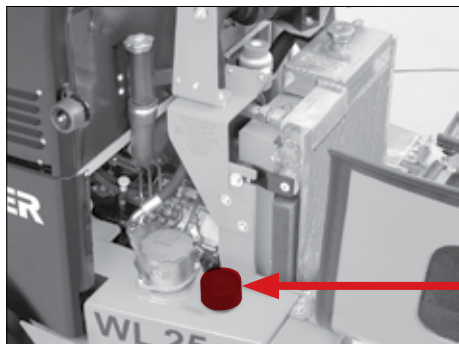
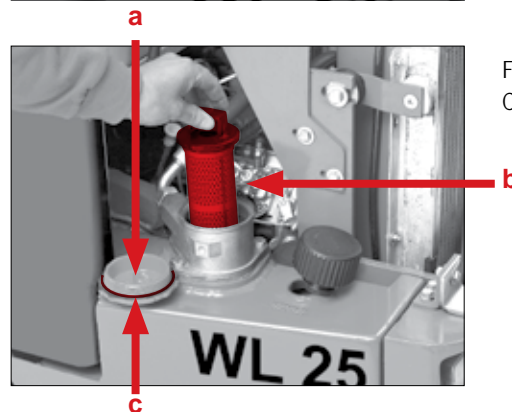

Fig. 87
Fig. 91
Le filtre d'aération se trouve sur le réservoir d'huile hydraulique pos. 1 (Fig. 87). Il garantit l'aération et le dégazage du réservoir d'huile hydraulique en cas de variation du niveau d'huile hydraulique. Le filtre d'aération inclut un élément de filtrage qui empêche les poussières et les salissures d'entrer, et les gouttes d'huile de sortir. Le filtre d'aération possède une vanne qui maintient la pression du réservoir à environ 0,5 bar (7 psi). Cette pression se dissipe lorsque la tubulure de remplissage d'huile hydraulique est ouverte !
4. Ouvrir légèrement la tubulure de remplissage d'huile hydraulique pos. 1 (Fig. 87) afin que la pression puisse s'échapper du réservoir.
11. Fermer la tubulure de remplissage d'huile hydraulique pos. 1 (Fig. 87) !
Ouvrir le couvercle de la tubulure de remplissage d'huile hydraulique pos. 1 (Fig. 87) avec précaution afin que la pression puisse s'échapper du réservoir.
1. Ouvrir la tubulure de remplissage d'huile hydraulique pos. 1 (Fig. 87).
5. Fermer la tubulure de remplissage d'huile hydraulique pos. 1 (Fig. 87).
1. Retirer la cartouche filtrante pos. b (Fig. 91).
5. Verser de l'huile hydraulique dans la tubulure de remplissage pos. 1 (Fig. 87) jusqu'à ce que le niveau d'huile atteigne le repère « Maximum ».
Remplacer l'élément de filtrage du filtre de retour pos. b (Fig. 91) au cours des inspections ou bien si le témoin d'avertissement du filtre de retour s'allume sur le tableau de bord !
Laisser la pression du réservoir d'huile hydraulique s'échapper en ouvrant le couvercle de la tubulure de remplissage d'huile hydraulique pos. 1 (Fig. 87) avant de dévisser le couvercle du carter du filtre pos. a (Fig. 91) ! Sinon, l'huile pourrait être projetée hors du carter et contaminer l'environnement.
5. Dévisser le couvercle du carter du filtre pos. a (Fig. 91).
6. Retirer l'élément de filtrage pos. b (Fig. 91).
8. Vérifier le joint pos. c (Fig. 91). Remplacer le joint s'il est endommagé.
9. Visser le couvercle du carter du filtre pos. a (Fig. 91).
10. Fermer la tubulure de remplissage d'huile hydraulique pos. 1 (Fig. 87).